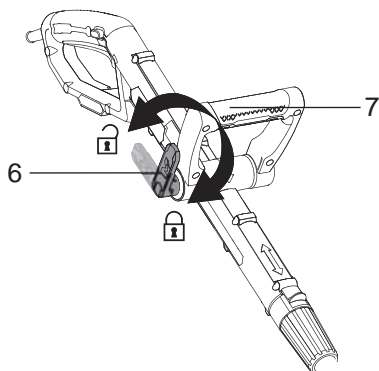

Fig.6
- > Coloque el tornillo y gírelo para la derecha para fijar el mango auxiliar (7) (Fig.6).